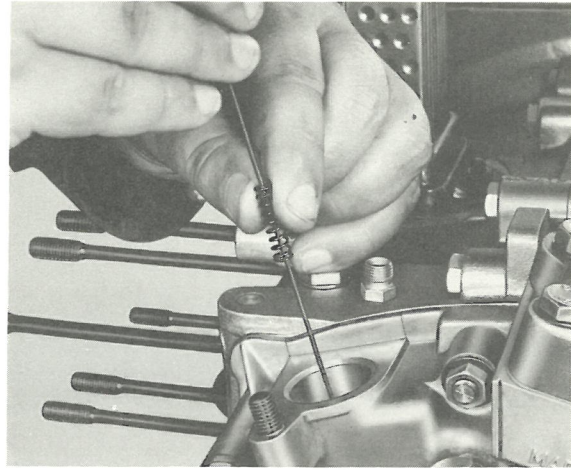

Bild 147
4. Distanzfeder unter Zuhilfenahme eines Schweißdrahtes einsetzen. (s. Bild 147)